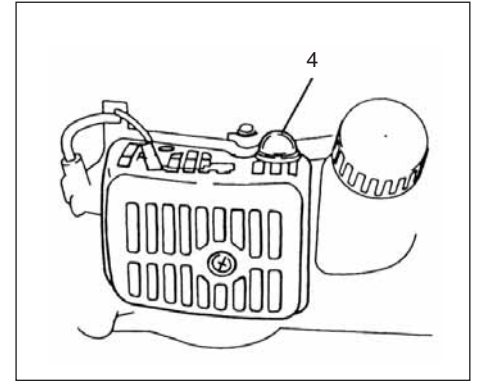

Рис. 2-2C
*Несколько раз нажать на заливочный баллон (4), чтобы топливо потекло через баллон или обратную трубку. (При наличии подобного оснащения) (Рис. 2-2C)